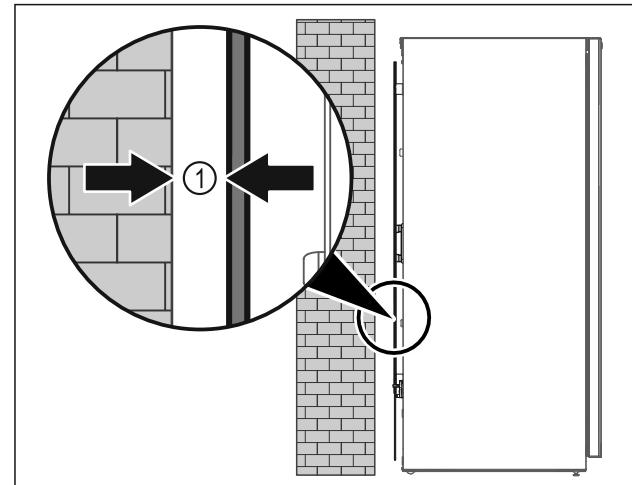

Fig. 7
- Instalonit pajisjen ose të lirë në dhomë, ose direkt mbi një mur me një distancë minimale prej 5 mm Fig. 7 (1) nga muri.